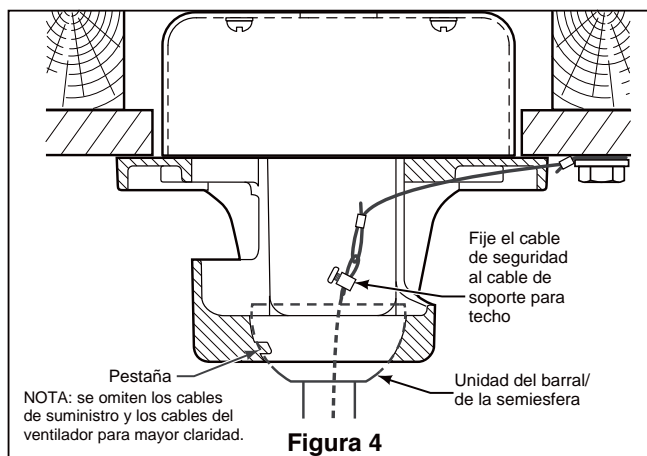

Figura 4
4. Pase los cables a través de la cubierta de unión del motor, la cubierta para el tornillo del capuchón y el capuchón con el lado abierto apuntando hacia arriba. (Figura 4)
4. Levante cuidadosamente el ventilador y coloque el ensamble de la bola para colgar/varilla en la abrazadera para colgar que acaba de fijar a la caja de salida. Asegúrese de que la ranura de la bola esté alineada con la lengüeta de la abrazadera para colgar. (Figura 4)
5. Fije el cable de seguridad al cable de soporte para techo. Deslice la abrazadera de cables por el cable de seguridad (del ventilador). Pase el extremo del cable a través del aro que forma el cable de soporte para techo. Tire lo más posible del cable a través del aro. Inserte el extremo del cable en el orificio de la abrazadera y ajuste firmemente el tornillo. (Figura 4)
4. Fije firmemente el conector de 9 pasadores de la unidad del motor al enchufe del mazo de cables dentro de la unidad del adaptador del interruptor. (Figura 4)